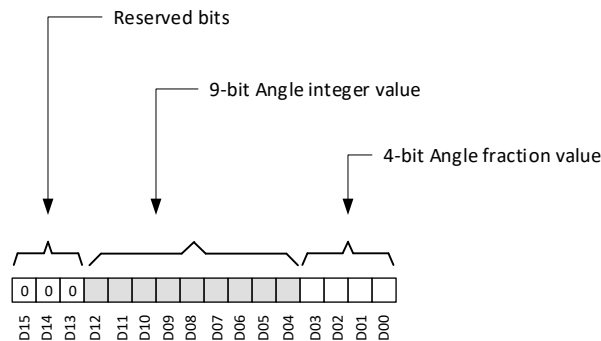

图 6-17. 角度数据定义
TMAG5273 会根据 **ANGLE_EN** 寄存器位设置来计算相对于一对磁轴的角度。图 6-17 显示了存储在 **ANGLE_RESULT_MSB** 和 **ANGLE_RESULT_LSB** 寄存器中的角度信息。位 D04 至 D12 存储 0 至 360 度的角度整数。位 D00 至 D03 位存储角度分数。3 个 MSB 位始终填充为 b000。角度可以使用方程式 14 来计算。
- D_i 是图 6-17 中所示的数据位。